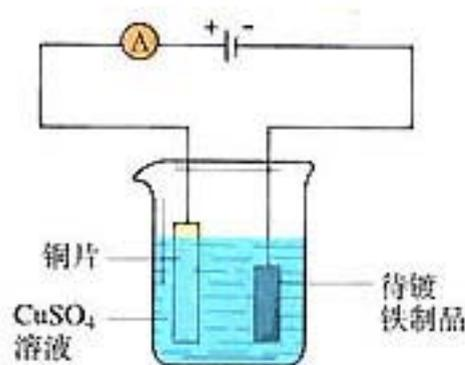

图 3-26 电镀铜实验装置
1. 在大烧杯中加入  $\text{CuSO}_4$  溶液①，用铜片作为阳极，把待镀的铁制品（镀件）作为阴极（如图 3-26 所示），接通直流电源几分钟后，观察镀件表面发生的变化。
① 在溶液中加入一些氨水，制成铜氨溶液，可使镀层光亮。